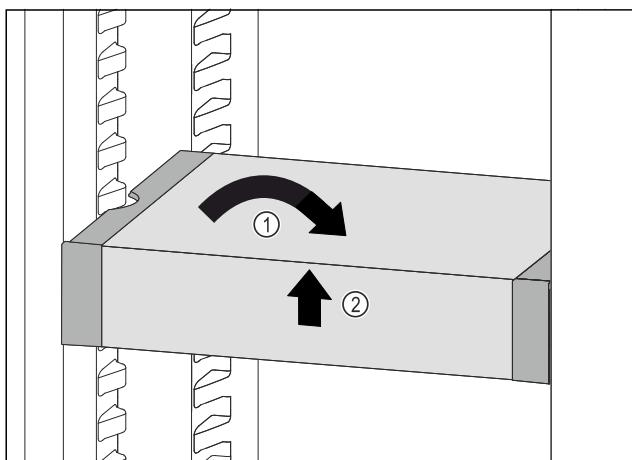

Fig. 110
- Установите VarioSafe прямо. Fig. 110 (1)
- Приподнимите VarioSafe спереди. Fig. 110 (2)